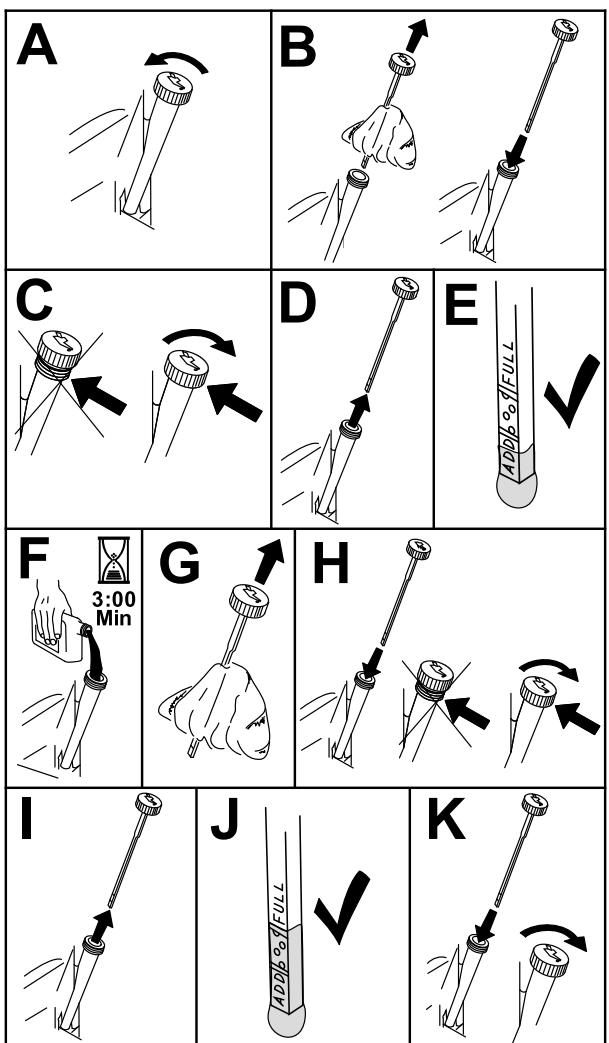

Рисунок 42
- Чтобы не допустить попадание грязи, скошенной травы и т.п. в двигатель, очистите поверхность вокруг крышки маслозаливной горловины и масломерного щупа, прежде чем снимать их (Рисунок 42).